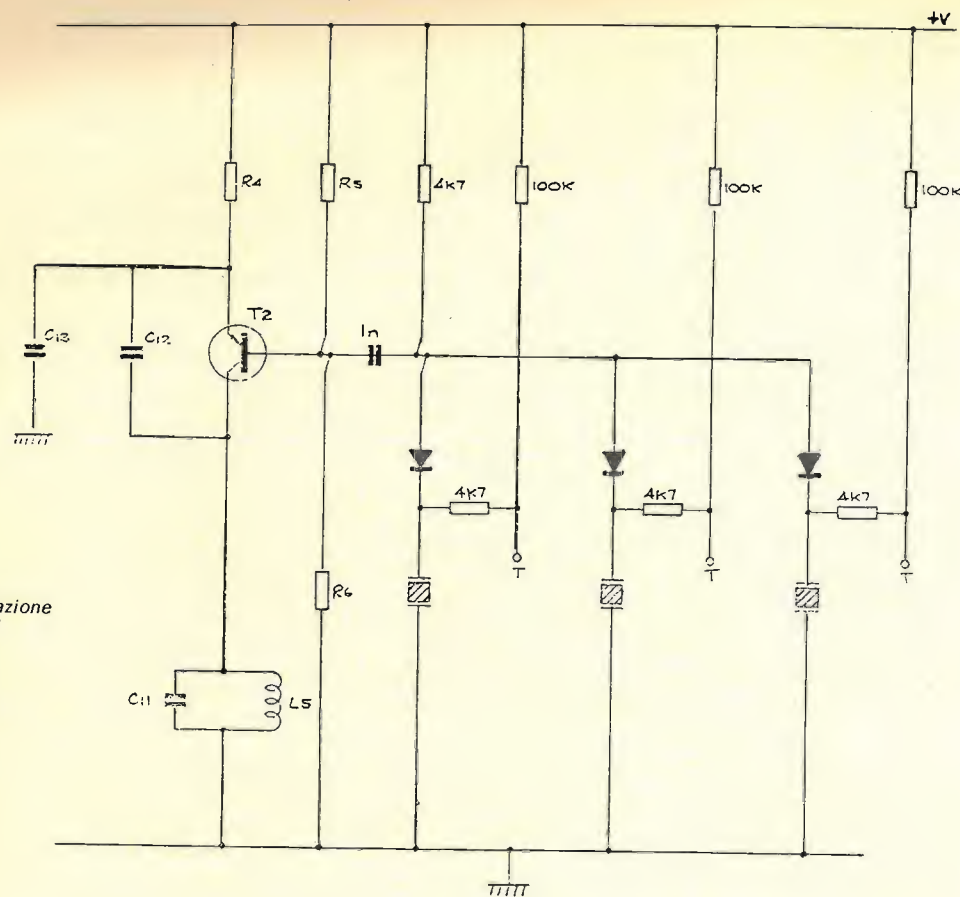

figura 2
- 6) Con uno spezzone di cavetto RG/174 U lungo 25 cm, facendolo passare per sopra il telaio, unire: il polo caldo alla base di Q₂ ove prima era C₆ e la calza a massa ai terminali 2, 3, 4 dal lato rame della piastra PB 1252 B. Dall'altra parte del cavetto, saldare al polo caldo il condensatore C₆ precedentemente rimosso, per un terminale e l'altro terminale di C₆ com'è indicato in figura 2 bis sul circuito stampato vicino al T₁₁₀ ubicato sulla piastra ove trovansi la quarziera. La calza va saldata nell'involucro metallico di T₁₁₀.